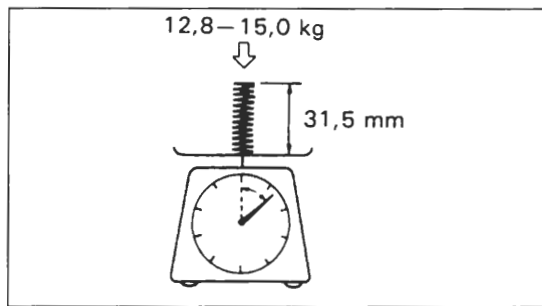

Bild 183
-  Mit Mikrometer Nockenhöhe «H» wie in Bild 183 gezeigt messen 600 F: Verschleissgrenze Einlass: 33,27 mm (Schweiz: 33,32 mm); Auslass: 32,85 mm (Schweiz: 32,59 mm). 750 F: Verschleissgrenze Einlass: 33,30 mm; Auslass: 32,59 mm.